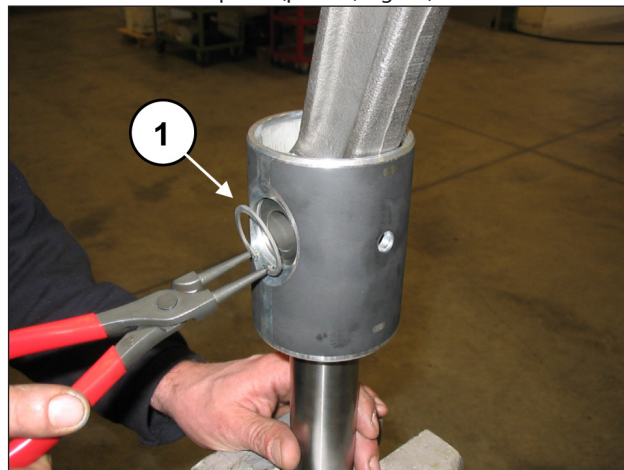
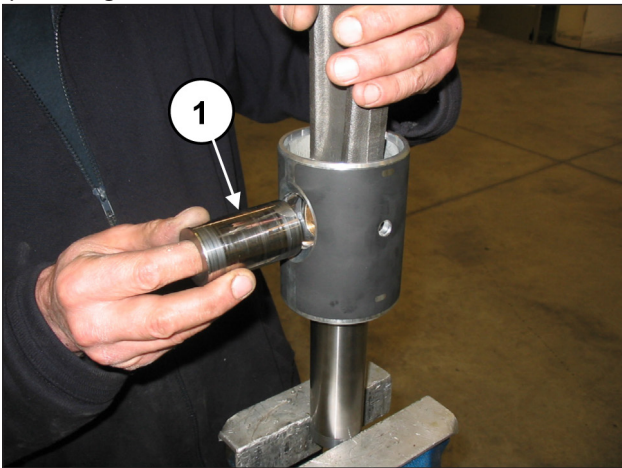
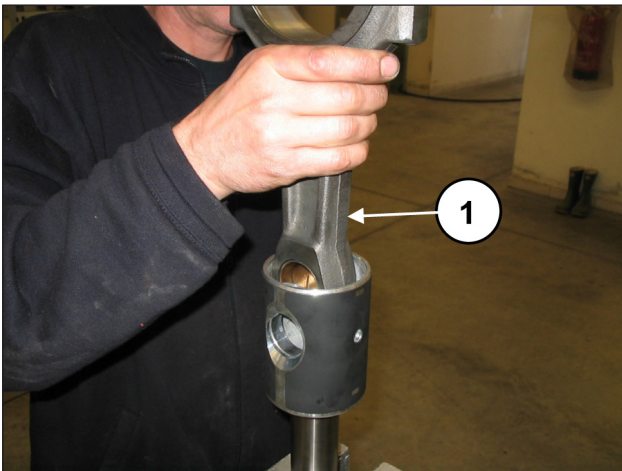

Fig. 43
Fig. 44
Fig. 45
Remova os dois anéis elásticos de bloqueio do pino, usando uma ferramenta adequada (pos. ①, Fig. 43).
Solte o pino (pos. ①, Fig. 44) e forneça a extração da haste (pos. ①, Fig. 45).
Insira a haste na guia do pistão (pos. ①, Fig. 45) e, em seguida, insira o pino (pos. ①, Fig. 44). Aplique os dois anéis elásticos do ombro com a ferramenta adequada (pos. ①, Fig. 43).